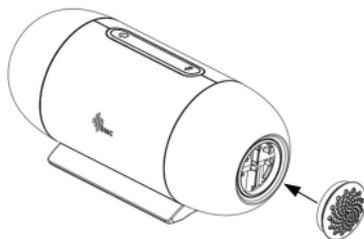

Abb. 11-2
(2) Installieren Sie die Filterkappe mit dem Luftfilter am Hauptgerät, wie in Abb. 11-2 dargestellt.